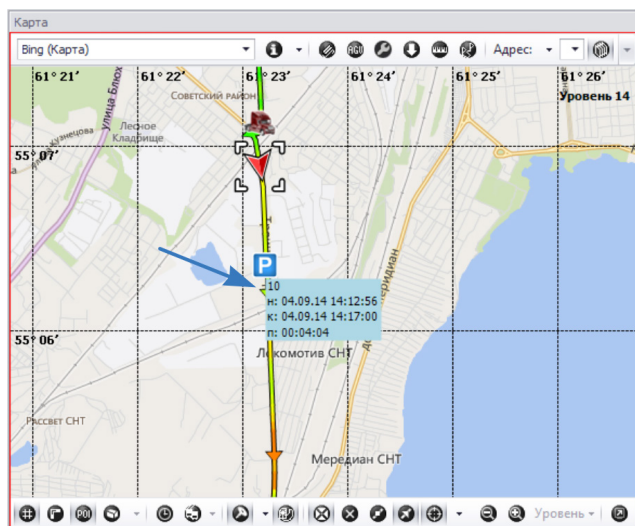

Рис.179. Пример подписей информационного отрезка.
- **Индекс** – порядковый номер отрезка (Рис.179, индекс 10). Индекс используется для поиска нужного отрезка в модулях просмотра, синхронизированных с Модулем просмотра отрезков.
- **Время начала и конца отрезка** (Рис.179, начало – строка н:, конец – строка к:).
- **Продолжительность отрезка** (Рис.179, строка п:).